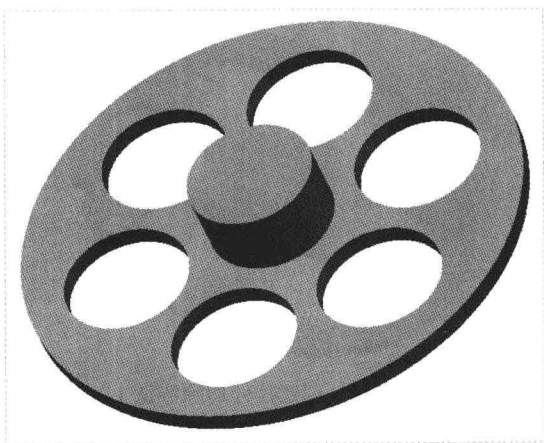

图 17-47 创建拉伸特征
Step 10 单击“关闭”面板中的“确定”按钮, 完成截面绘制并退出草绘环境，返回到“拉伸”选项卡，设置拉伸高度为 28，单击“应用并保存在工具中所做的所有更改，然后关闭工具操控板”按钮, 完成拉伸特征的创建，如图 17-47 所示。